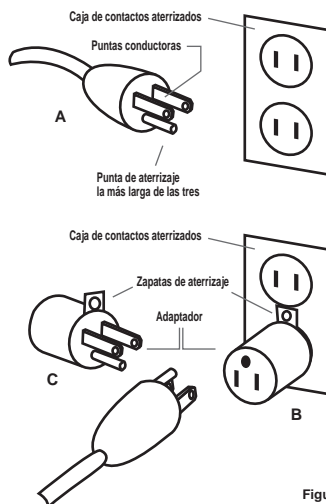

Figura 1
- Esta herramienta está diseñada para funcionar en un circuito que tenga un tomacorriente como el mostrado en el dibujo A figura 1.
La herramienta tiene una clavija de puesta a tierra similar a la clavija mostrada en el dibujo A figura 1. Puede utilizarse un adaptador temporal, como el mostrado en los dibujos B y C, para conectar esta clavija a un tomacorriente de dos polos, como se muestra en el dibujo B, si no tiene disponible un tomacorriente correctamente conectado a tierra. El adaptador temporal solamente debe utilizarse hasta que un electricista calificado instale un tomacorriente conectado a tierra. La argolla rígida color verde, anillo o similar, que sale del adaptador, debe conectarse a una tierra permanente, como un tomacorriente correctamente conectado a tierra.